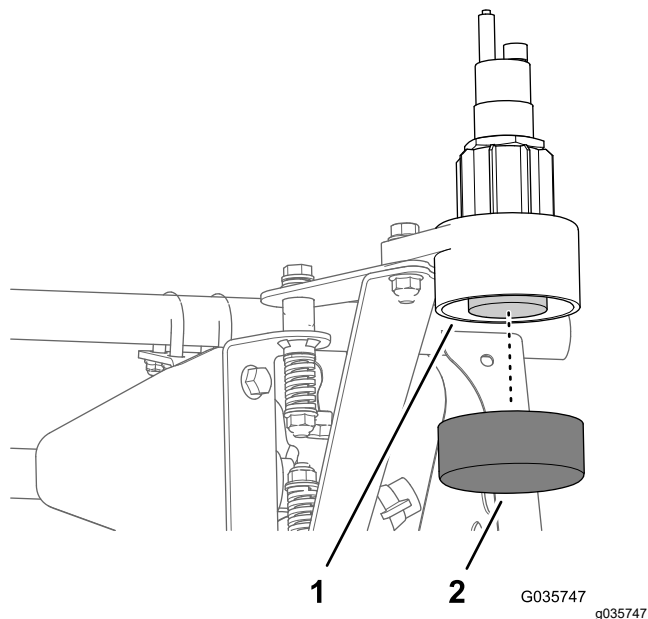

Figura 46
1. Instale el tapón en la parte inferior de la carcasa inferior (Figura 46).